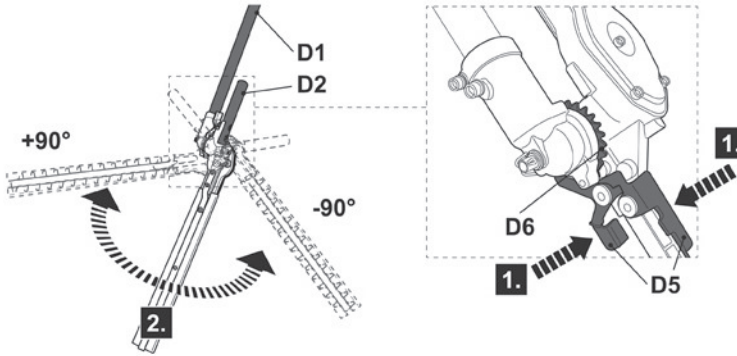

Fig. 26
- > Pressione as alavancas de desbloqueio (D5) para desengatar o sistema de dentes (D6) e ajustar a cabeça da lâmina para a posição pretendida (Fig. 26).